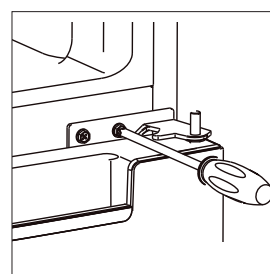
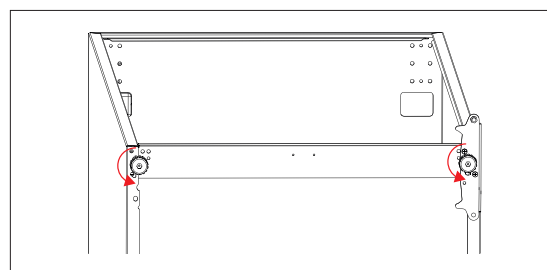

Fig. 8
Fig. 9
- ▶ Retire la bisagra central (6) aflojando los tornillos de sujeción (fig. 8). Retire igualmente las arandelas y guárdelas en un lugar seguro para su uso posterior.
- ▶ Levante la puerta del congelador (7) de la bisagra inferior y colóquela de pie a un lado asegurándola contra caídas y sobre una base blanda para evitar posibles arañazos.
- ▶ Retire el tapón ciego del casquillo de bisagra del lado izquierdo de la puerta del congelador (7) haciendo palanca, p. ej., con un destornillador de ranura pequeño. Vuelva a colocar el tapón ciego en el casquillo de bisagra del lado derecho.
- ▶ Desmonte ambas patas del aparato (9) girándolas en sentido contrario al de las agujas del reloj (fig. 9).